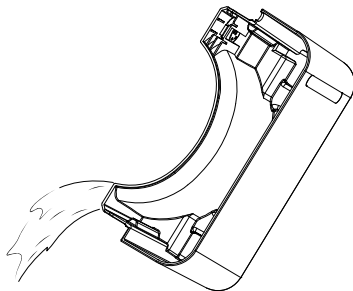

Fig. 3
- ◆ Tøm vandbeholderen ④ ud i en vask (se fig. 3), og sæt vandbeholderen ④ ind i produktet igen. Produktet fortsætter driften med det tidligere valgte program.